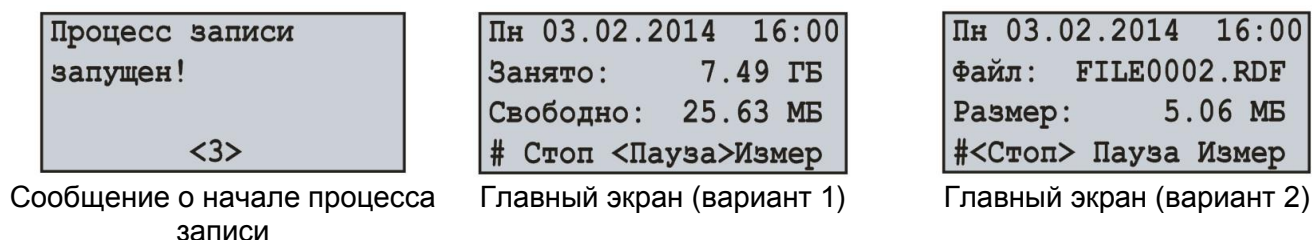

Рисунок 6.4 – Вид главного экрана после запуска процесса записи данных
- нажатием кнопки ■ (ВВОД) подтвердить выбор. При этом на дисплее регистратора отобразится сообщение, подтверждающее начало процесса записи (рис. 6.4) и загорится светодиодный индикатор **ЗАПИСЬ** (поз. 2 рис.1.2). Через 3 секунды на дисплее регистратора отобразится главный экран, показанный на рисунке 6.4.
На главном экране поочередно отобразится информация о занятом и свободном пространстве на карте памяти (рисунок 6.4 – Главный экран (вариант 1)), а также имя и размер последнего записываемого файла (рисунок 6.4 – Главный экран (вариант 2)).
Для выхода из экрана измеряемых значений нажать кнопку ■ (ВВОД), при этом дисплей примет первоначальный вид (рис. 6.4).